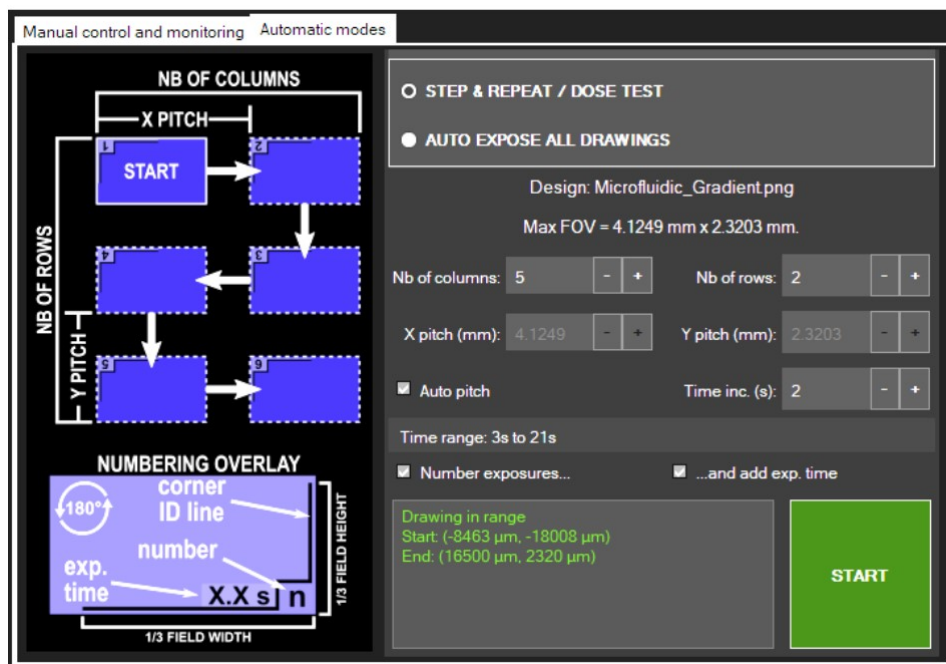

图 36 - XY Stage 窗口中的自动模式选项卡
2. 进入曝光 Expose 菜单，点击剂量测试 Dose test 按钮将打开一个新窗口，如图 36 所示。这一步,应选择重复/剂量测试 STEP & REPEAT / DOSE TEST 模式.设计和最大视场 “Design” and “Max FOV”将分别显示暴光的设计图纸及其尺寸。
3. 时间增量 Time increment(单位: s)。如果它设置为 0，所有的绘图元素将使用初始曝光时间。如果要进行剂量试验，请输入一个正值。每个第 N 个元素(从 1 到 $N = \text{列数} \times \text{行数}$)将曝光时间 $t_n = t_0 + (n - 1)\Delta t$ ，其中 t_0 和 Δt 分别是初始时间和时间增量。初始时间对应于阵列第一个元素的曝光时间(图 36 中的起始位置)。默认情况下，软件使用的是参数界面设计列表中所显示的时间。要更改初始时间，只需修改设计列表中的值。